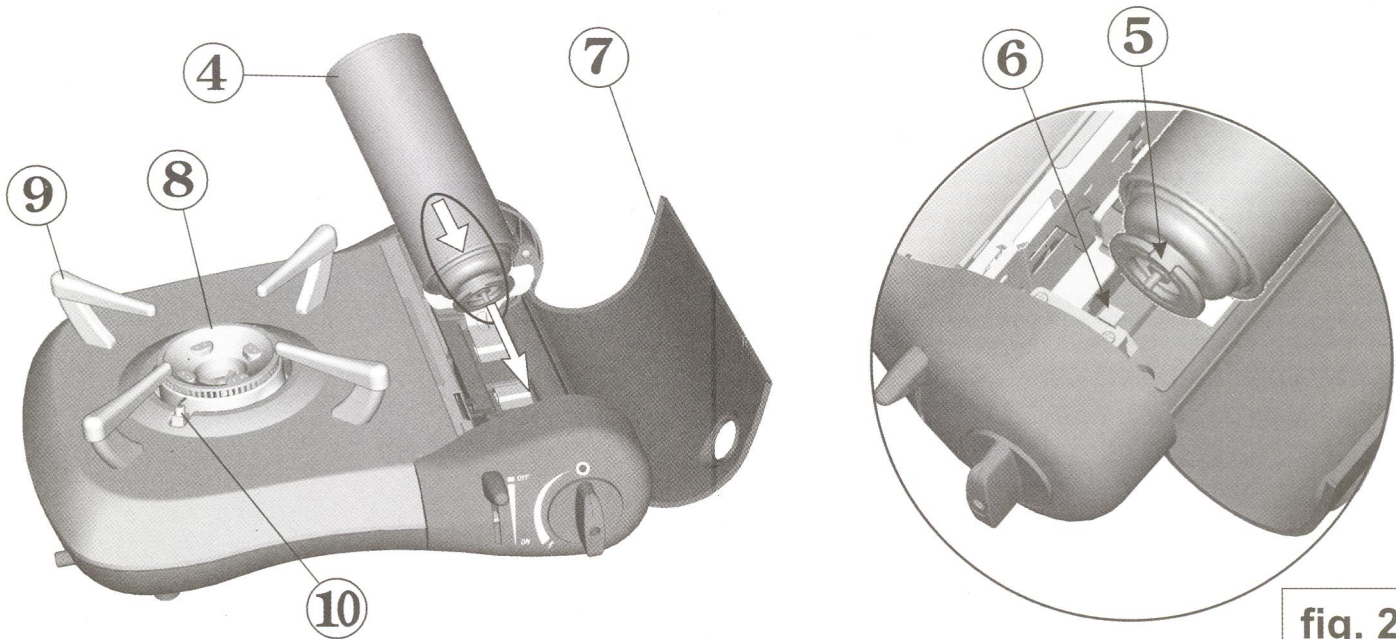

fig. 2
- Ouvrez le compartiment cartouche (7) et mettez en place la cartouche (4). L'encoche (5) de la collerette de valve doit être positionnée impérativement vers le haut en face de la lame métallique (6). (fig.2)
- Refermez le compartiment cartouche (7)